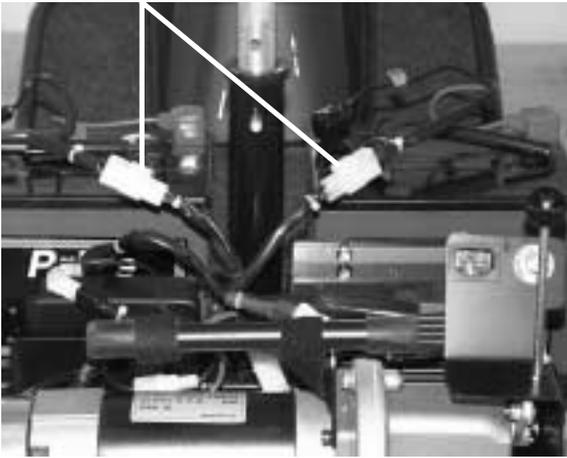

Abbildung 14. Batterie-Verbindungsstecker
5. Trennen Sie die beiden Batterie-Verbindungsstecker <Abbildung 14>